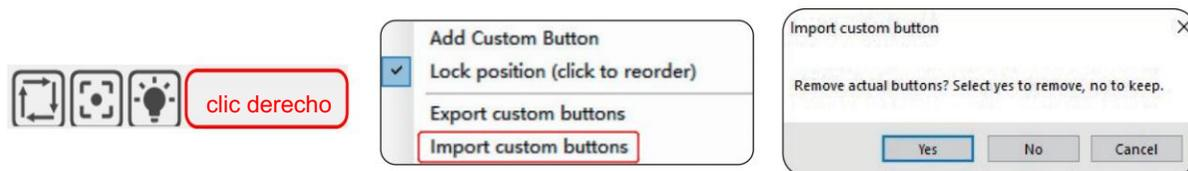

Figura 4 Importar botones personalizados
- A continuación, importaremos los botones personalizados a LaserGRBL. Abra el programa LaserGRBL, haga clic derecho en el área en blanco junto al botón en la parte inferior (como se muestra en la Figura 4), luego elija <Importar botón personalizado> y seleccione el archivo zip del botón personalizado descargado antes para importarlo. Siga haciendo clic en Sí (Y) hasta que no aparezca ninguna ventana emergente.